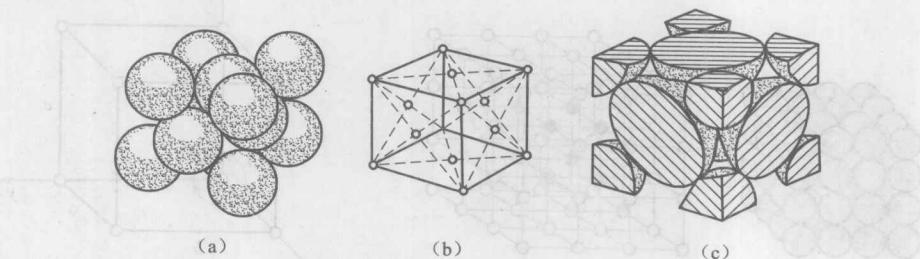

图 1-4 面心立方晶胞
② 面心立方（如图 1-4 所示）：晶胞的八个角上各有一个原子，立方体六个面的面心各有一个原子。每个晶胞中原子数为： $1/8 \times 8 + 1/2 \times 6 = 4$ 。属于面心立方晶格的常用金属